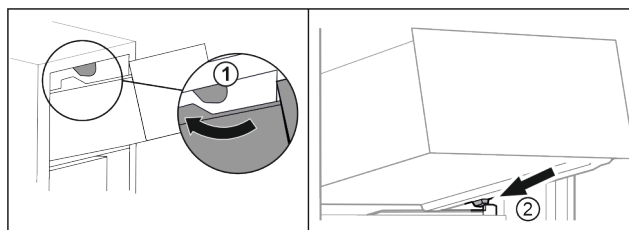

Fig. 83
- ▶ Lirka utdragslåda kring de övre stopplackarna. Fig. 83 (1)
- ▶ Sätt utdragslåda i vinkel på behållarens galler bakom de nedre stopplackarna. Fig. 83 (2)